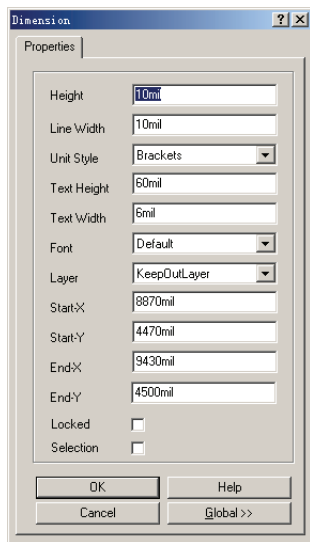

图 5-69 “Dimension”对话框
4) 用户还可以在放置尺寸标注命令状态下, 按〈Tab〉键, 进入如图 5-69 所示的“Dimension”对话框, 作进一步的修改。